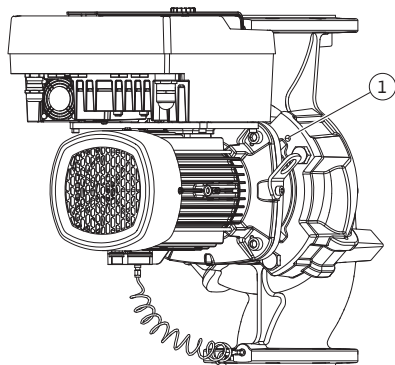

Fig. 103: Διαχωρισμός πτερωτής κινητήρα μέσω διατρήσεων σπειρώματος
- Για τον τύπο αντλίας (Fig. III, IV) ξεβιδώστε τις βίδες θέση 29. Αξιοποιήστε τις δύο διατρήσεις σπειρώματος που βρίσκονται δίπλα (Fig. 103, θέση 1) και χρησιμοποιήστε κατάλληλες βίδες από τον εγκαταστάτη (π.χ. M10 x 25 mm). Αποσπάστε την πτερωτή κινητήρα από το κέλυφος αντλίας.